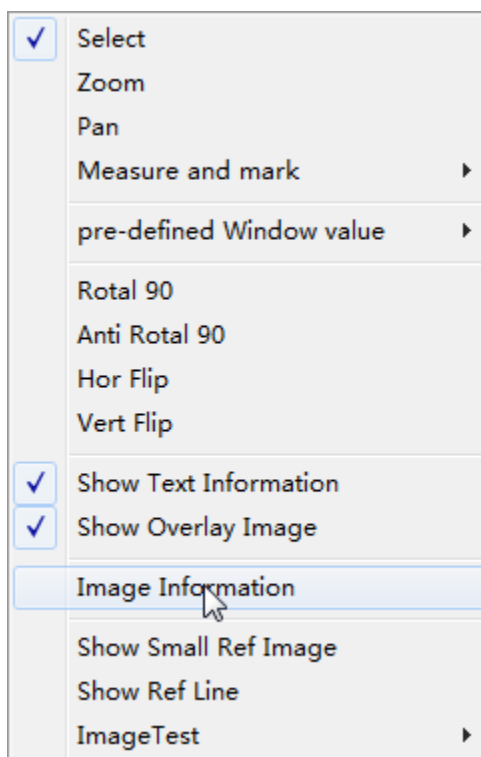

Рисунок 6-8 Меню, выводимое при нажатии правой кнопки мыши
1. Щелкните правой кнопкой мыши, чтобы всплыло меню, как это показано на Рисунок 6-8.